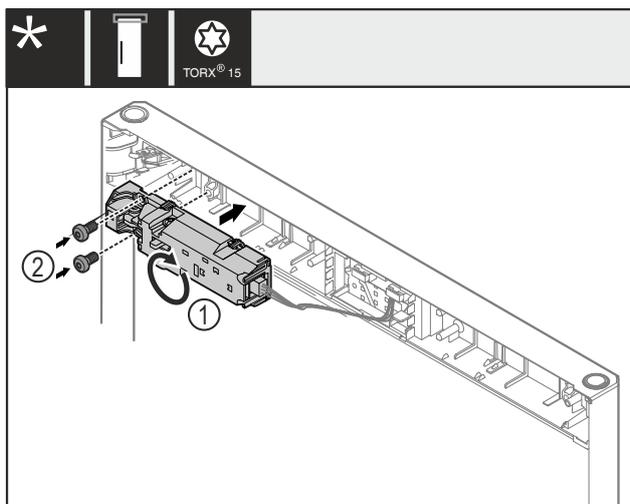

Fig. 23
- ▶ Ruotare la chiusura a distanza Fig. 23 (1) di 180° e montarla sul lato opposto.
- ▶ Fissare la chiusura a distanza Fig. 23 (1) con viti Fig. 23 (2).